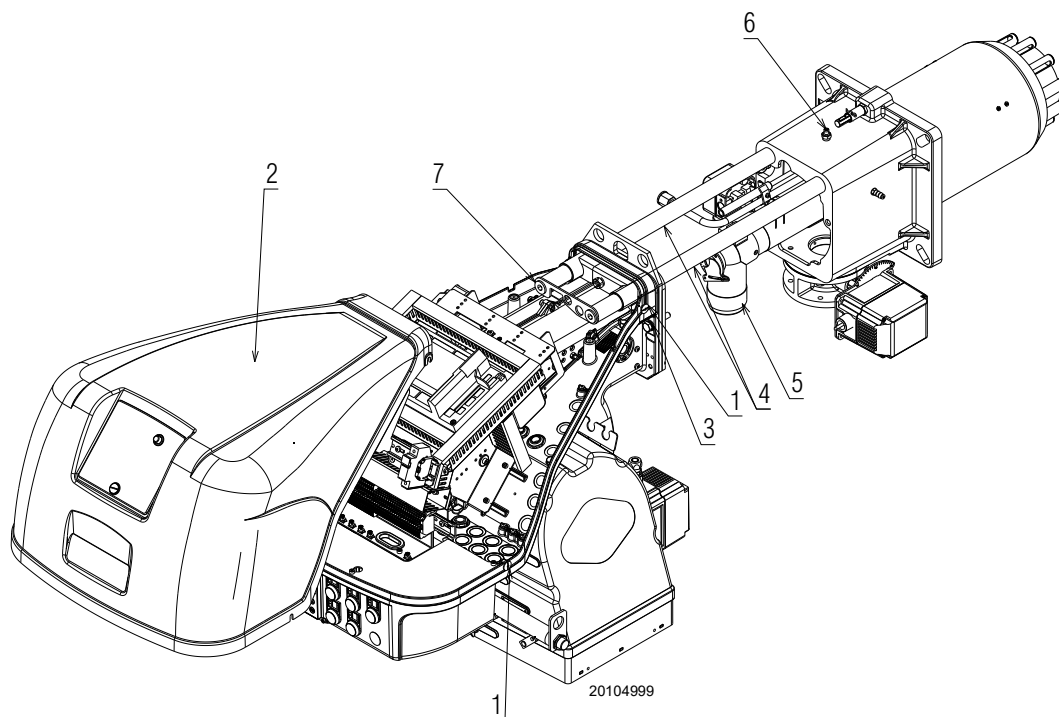

Рис. 35
Убедитесь, что отверстия для выхода газа на этапе розжига в распределителе головки сгорания свободны от грязи или отложений ржавчины. В случае сомнений демонтируйте колено (Рис. 35 на стр. 37).
- Ослабьте 4 винта 1)(Рис. 35) и снимите кожух 2).
- Установите винты 3)(Рис. 35) и осторожно потяните наружу кабели датчика и электрода, чтобы они слегка натянулись.